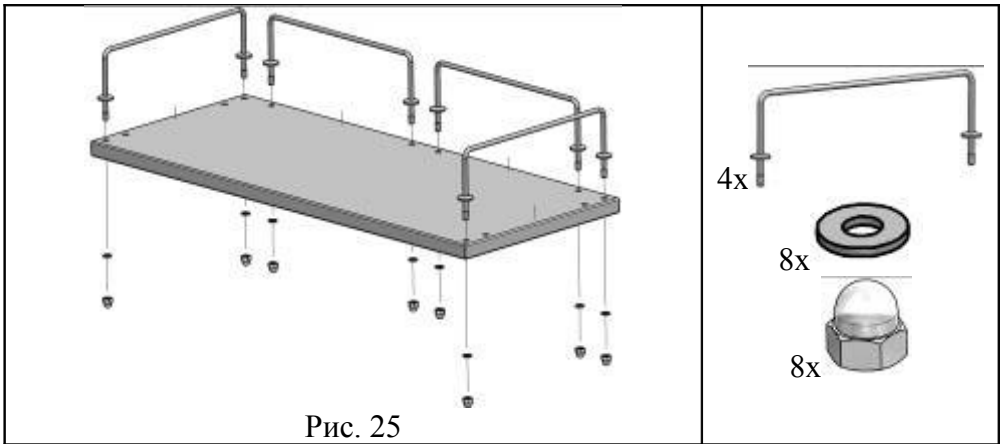

Рис. 25
4.11.1. В полку (поз. 1 упаковочное место №3) вставить ограничители в сборе (поз. 1 пакет №10) и через шайбы (поз. 2 пакет №10) прикрутить гайками колпачковыми (поз. 3 пакет №10) и затянуть. (См. рис. 25)